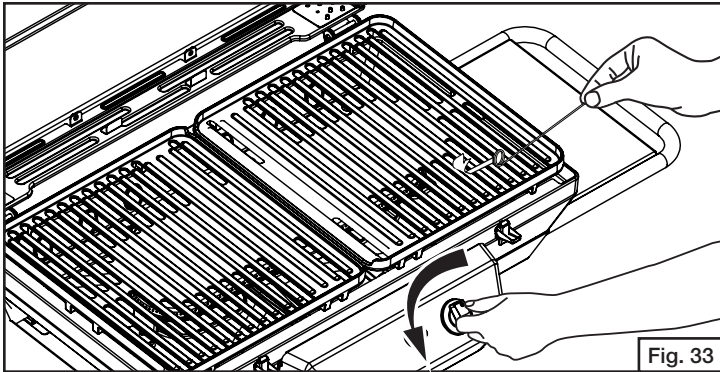

Fig. 33
1. Encienda el fósforo de madera largo (o use la extensión para fósforos o un encendedor de butano con extensión) y colóquelo a través de los espacios de las rejillas de la parrilla cerca de los orificios del quemador. (Fig. 33)